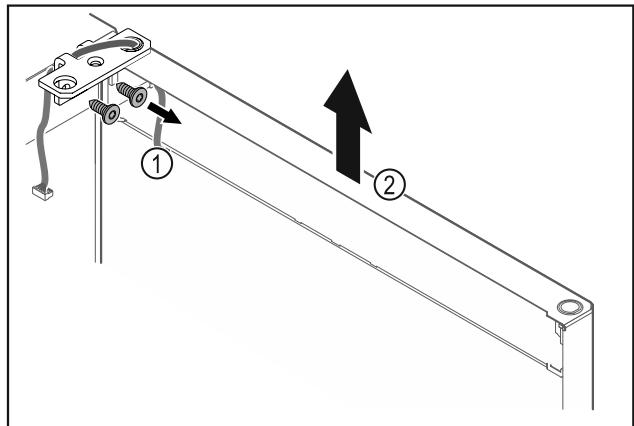

Fig. 23
- Odvrnite kutne šarke Fig. 23 (1).
► Dignite vrata s kutnim šarkama Fig. 23 (2) cca 200 mm ravno prema gore i skinite ih.